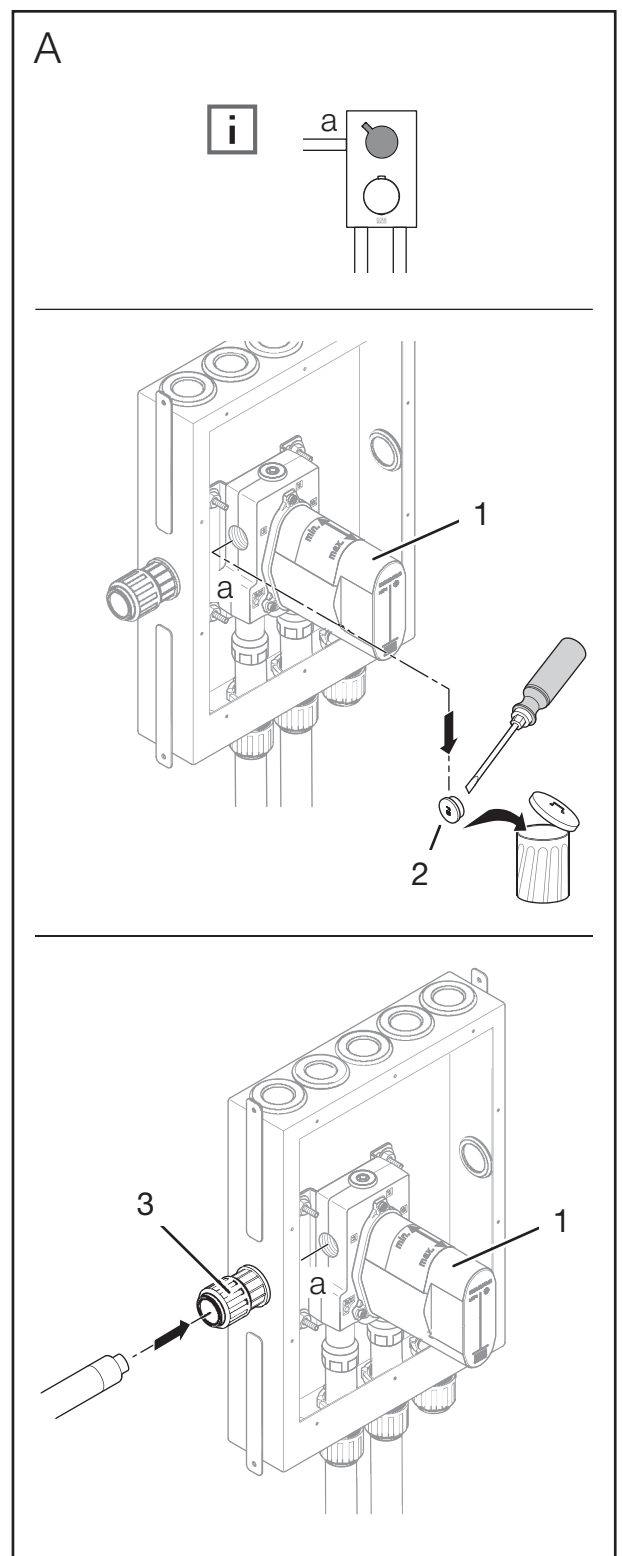

Fig. 8: Installation av takduschhuvud, duschset eller handduschset på vänster sida
1. Ta bort den vita tätningspluggen (fig. 8/2) från den vänstra anslutningen på produkten (fig. 8/1).
2. Dra media- och skyddsröret genom skruvkopplingen på inbyggnadslådan (fig. 8/3).
3. Anslut mediaröret för duschutloppet till anslutningen på produkten (fig. 8/1) enligt rör- och kopplingstillverkarens anvisningar.
4. Dra åt skruvkopplingen på skyddsörsgenomföringen på inbyggnadslådan (fig. 8/3) enligt Joramarks monteringsanvisning.